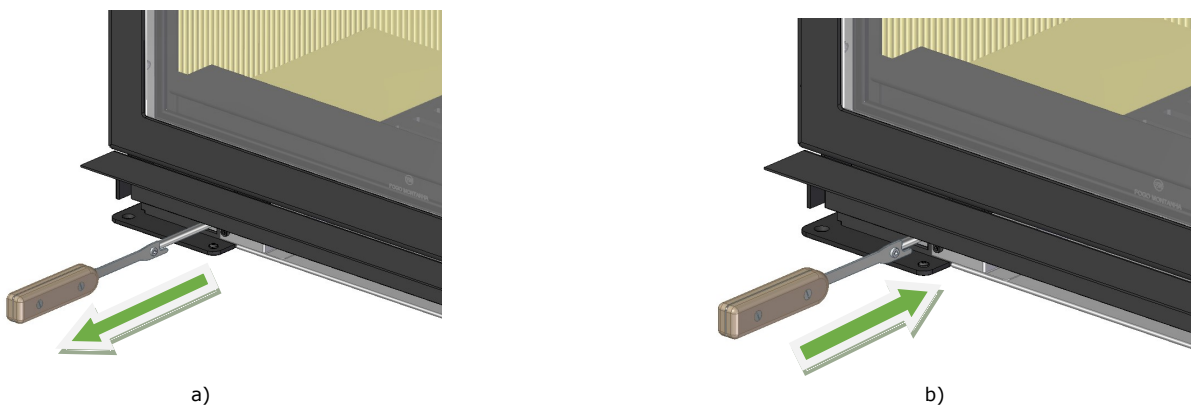

Figura 25 – a) Abrir el aire primario, b) Cerrar el aire primario
- Para abrir - Tire del regulador con la llave que viene en el equipo, para un mayor rendimiento y mayor consumo de leña, vea la Figura 25-a.
- Para cerrar - Empuje el regulador para una menor eficiencia y bajo consumo de madera. Esto también crea un efecto de lavado de alta velocidad del aire precalentado sobre toda la superficie interior del panel de vidrio, ayudando a mantener el vidrio más limpio por más tiempo, ver Figura 25-b.
5. El periodo de ignición termina cuando la estructura del equipo ha alcanzado una temperatura estacionaria. A continuación, debe cerrar la puerta y regular la entrada de aire de combustión para que la combustión sea lenta (sin aire primario), como se muestra en la Figura 25;